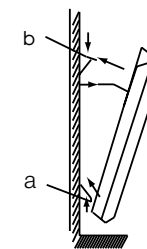

Fig. 5
- Fixați dispozitivul pe suport, după cum urmează (fig. 5).